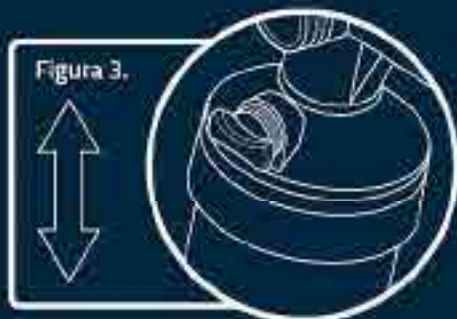

Figura 3.
- Aby używać pompy w trybie dwustronnym (pompa będzie napompowywać lub wypuszczać powietrze zarówno przy ruchu w górę, jak i w dół), upewnij się, że załącznik akcji jest zamocowany na wejściu, obracając go zgodnie z ruchem wskazówek zegara, aż zostanie dokładnie dokręcony. **Figura 3** - Użyj tej funkcji, gdy chcesz szybko dodawać lub usuwać duże ilości powietrza.
- Aby usunąć płytkę nóg, stan na podstawie i obróć pompę przeciwnie do ruchu wskazówek zegara, używając środkowej osi na pompie, **Figura 3**.